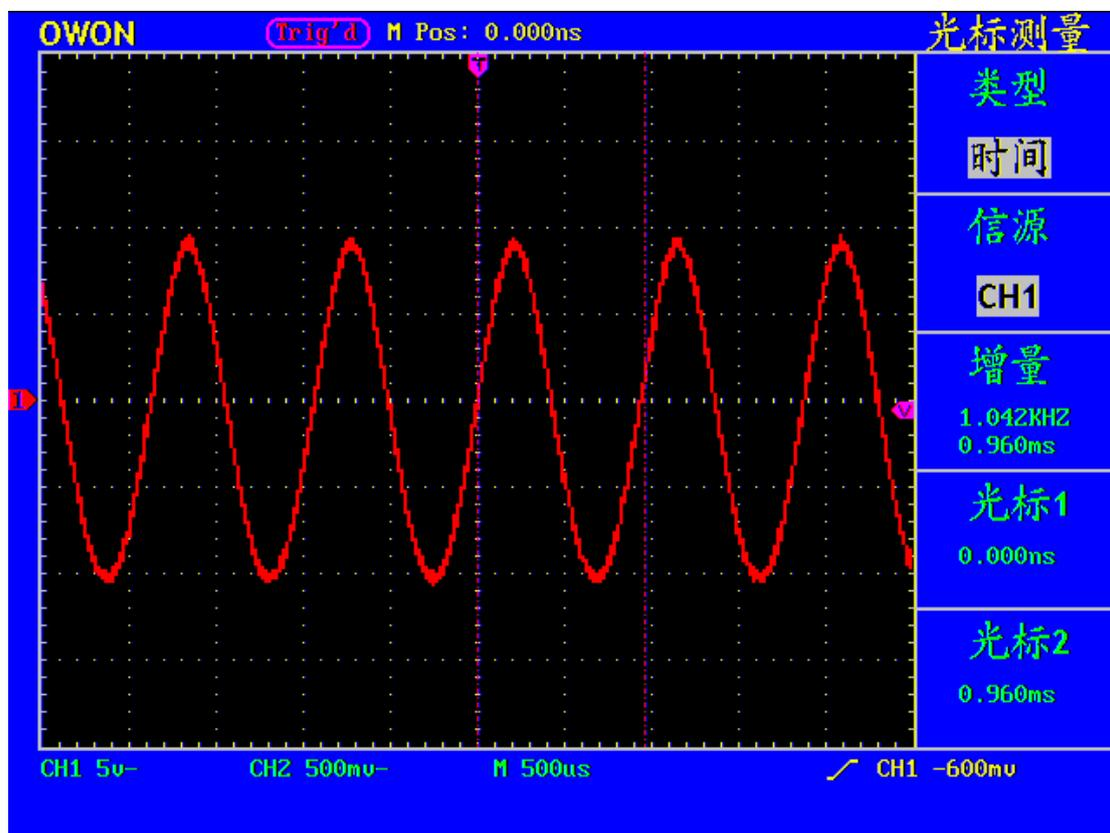

图 52: 时间光标测量波形
- 4、根据被测波形调整光标1、光标2的位置，增量窗口显示光标1和光标2之间的周期和频率。光标1窗口显示光标1当前的位置，光标2窗口显示光标2当前的位置。见图52：